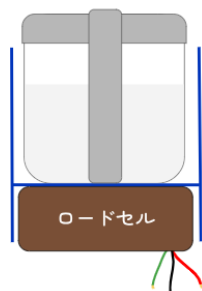

図2 部品①
部品①（図2）は、調味料入れが乗る土台となる部分で、下部にはロードセルを接合する。下図の青い線で示されているところが3Dプリンターで作成した箇所である。また、外部容器とロードセルは市販の接着剤を使用して接着し、一体化している。（今後接着する時は同様に市販の接着剤を使用する。）この部品の工夫点が2つある。1つ目はユーザーが調味料を取り出しやすいよう、外部容器の側面を調味料入れよりも低く設計した点である。こうすることで使用時にユーザーの手が外部容器に当たりにくくなり、不便さを解消できると考えた。2つ目は外部容器の下部の側面がロードセルよりも短く、床と接触しない構造となっている。これにも理由があるが、それは後述する。